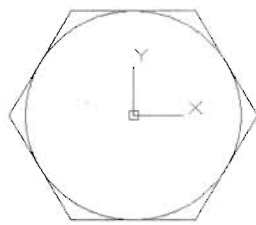

图 3-54
(3) 单击“绘图”工具栏上的“正多边形”按钮 , 以圆心为正多边形的中心绘制一个正六边形, 如图 3-54 所示, 命令执行过程如下。